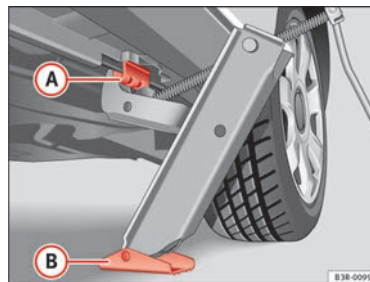

Fig. 195 Cambio de rueda: Gato
- Posicione el gato de modo que su garra envuelva el nervio del larguero inferior ⇒ fig. 195 (A) y que la placa base móvil (B) se apoye plana sobre el suelo.